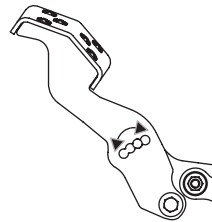

Figura 42
3. Coloque el pedal en la posición óptima según la preferencia del operador (Figura 42).